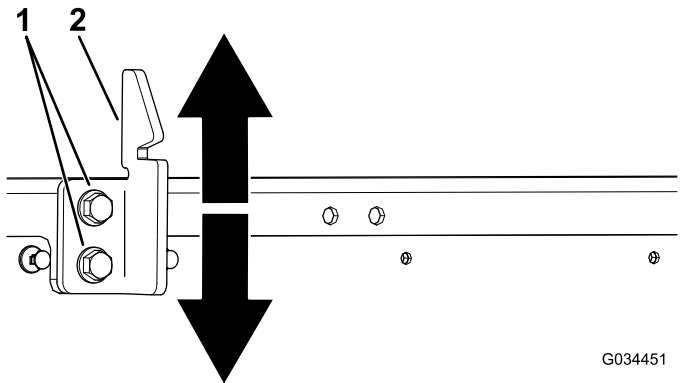

Рисунок 65
3. Ослабьте 2 болта на ударном выступе защелки кузова и переместите ударный выступ вверх или вниз, если он расположен слишком низко или слишком высоко (Рисунок 65).
4. Затяните 2 болта на ударном выступе защелки кузова (Рисунок 65).